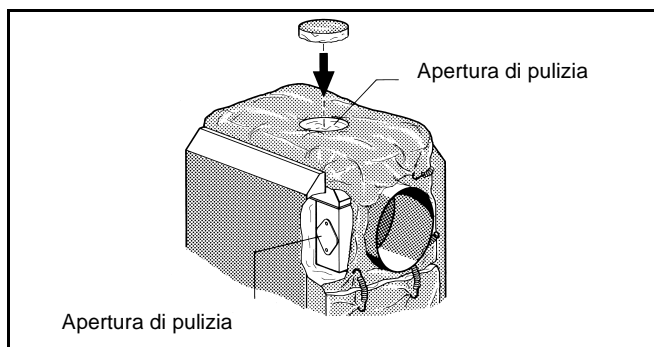

Fig. 11
Al montaggio del materassino fare attenzione alle aperture per la pulizia sopra e laterali del distributore dei gas di scarico (fig. 11).
- Disporre da sopra il materassino isolante sul distributore dei gas di scarico e spingerne i terminali laterali destro e sinistro dietro le traverse (fig. 11).
- Fissare il materassino isolante con 2 molle all'isolazione termica del corpo dello scambiatore (fig. 11), eventualmente sganciare in alto le pareti laterali.